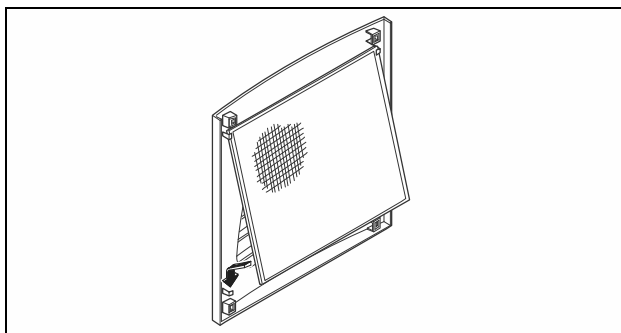

Bild 30: Montera filtermattan
- Lägg filtermattan som visas i bild 30 i lamellgallret och tryck fast den på skåpet.